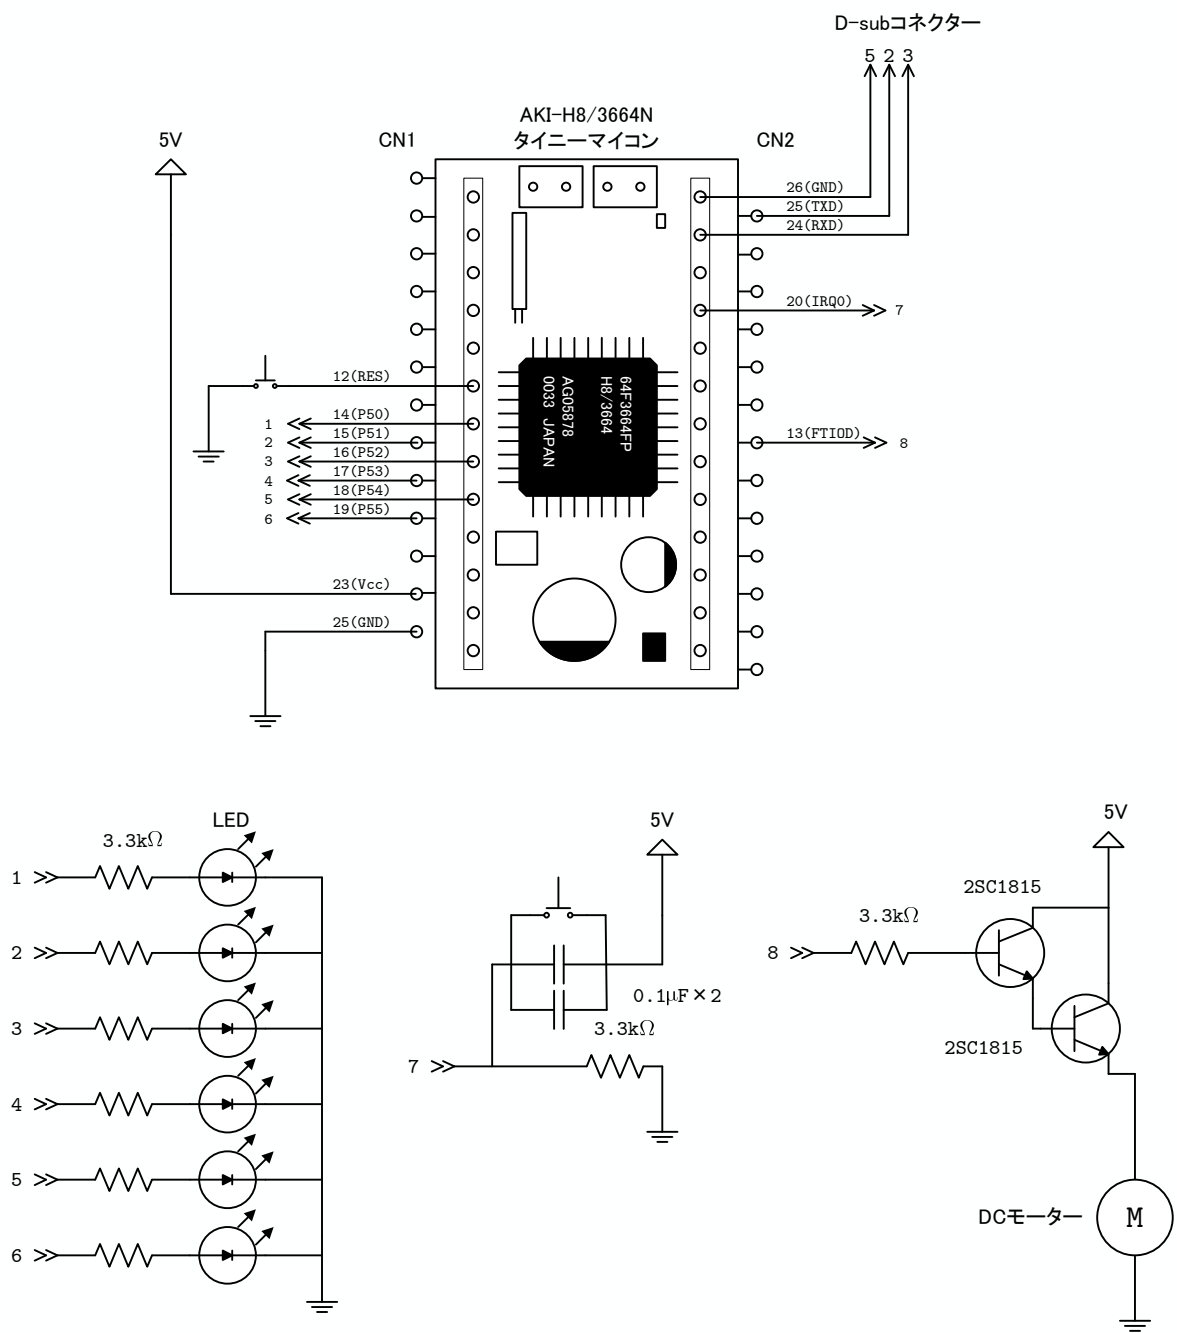

図 14: PWM による DC モーター動作実験回路
1. 図 14 のような回路をブレッドボード上に作成する。ただし、まだ電源は接続しない。トランジスターの極性を間違えないこと。